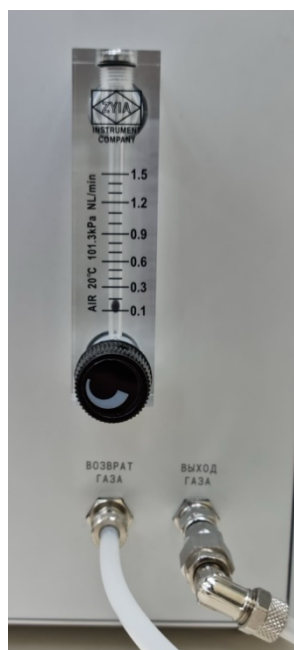

Рисунок 41 – Расход через ротаметр генератора устанавливается малым.
- 6) После проверки подключения СИ (на ротаметре генератора появится расход) установите на ротаметре небольшой расход (около 0,2 л/мин), но не перекрывайте его полностью (большая часть газа должна идти через поверяемый гигрометр) (см. Рисунок 41).